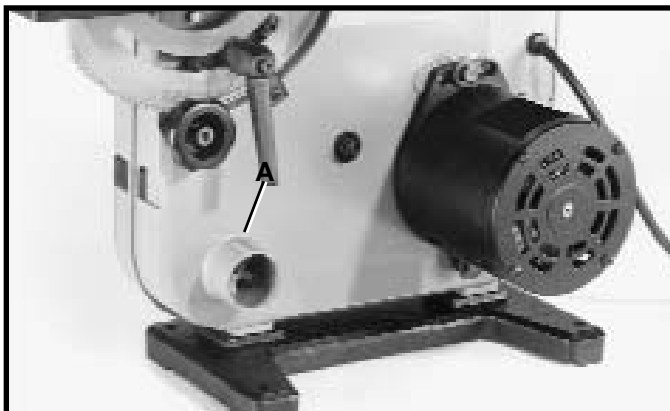

Fig. 37
Un système de cueillette de poussière peut être ajouté à la goulotte de poussière de D.E. de 1 pi (30,48 cm) (A) fig. 37.